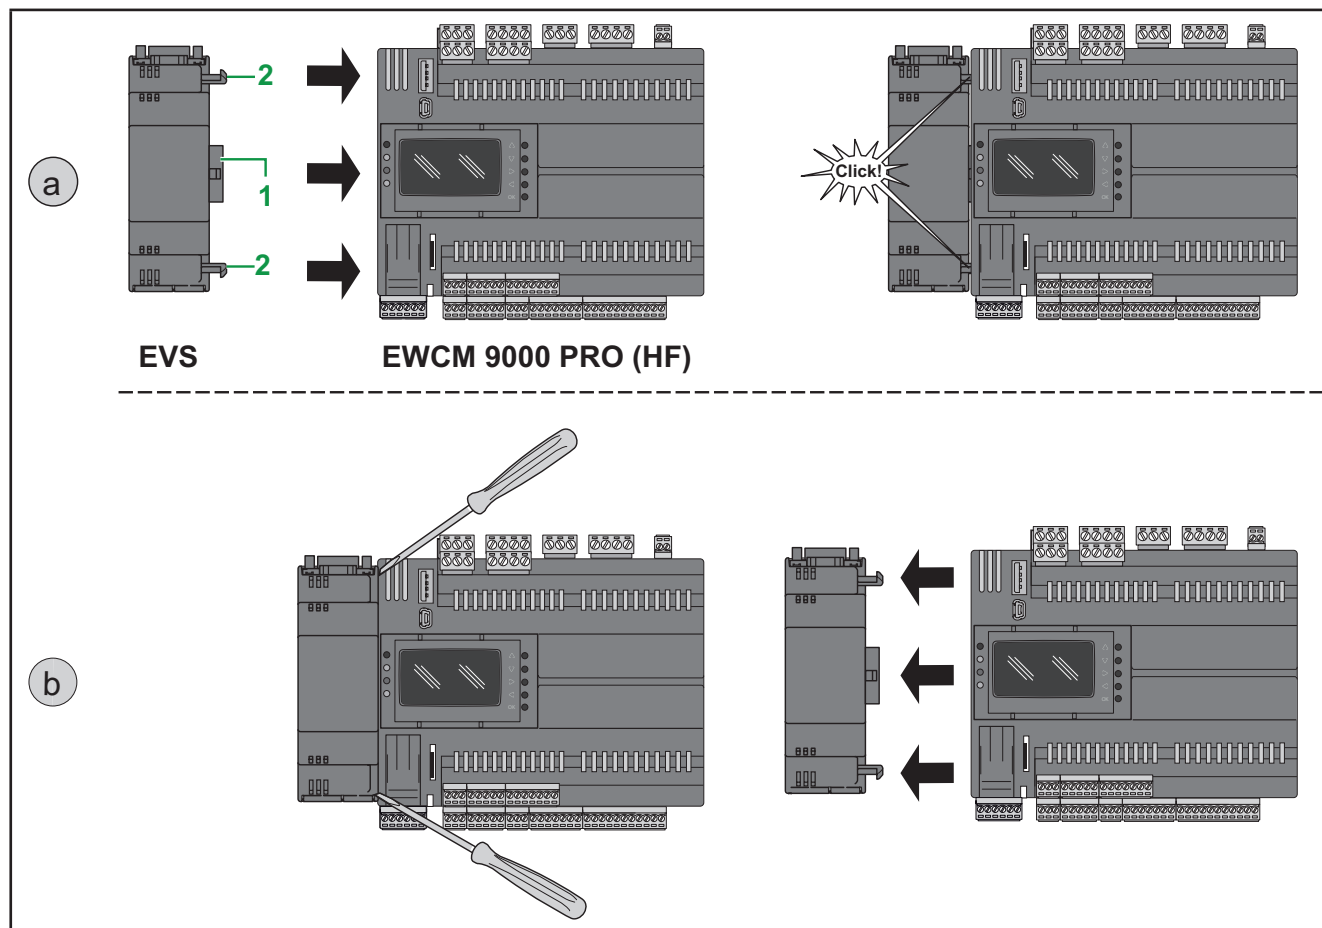

Рис. 14. Установка (a) / Снятие (b) модуля связи EVS
Модули связи **EVS** имеют формат 2DIN и могут подключаться к контроллеру **EWCM 9000 PRO** (см. **Рис. 14 на странице 28**) для увеличения числа и/или типов портов связи.
1. правильно направив разъем подключения модуля (см. элемент 1 на **Рис. 14 на странице 28**),
1. направив фиксаторы (см. элементы 2 на **Рис. 14 на странице 28**) в прорези корпуса до закрепления модуля.